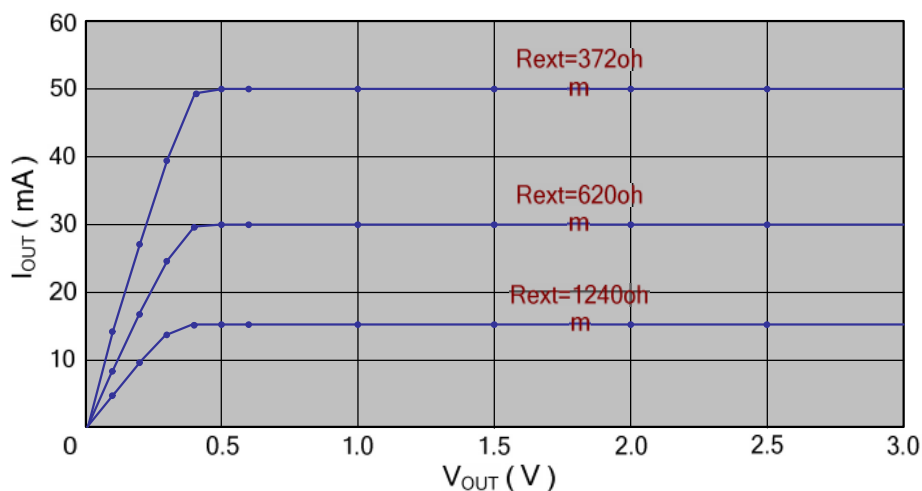

图 1 输出电流  $I_{OUT}$  与输出电压  $V_{OUT}$  的关系
- (1) 片内各通道之间最大电流差异小于 $\pm 3\%$ ，片与片之间最大电流差异小于 $\pm 6\%$ 。
- (2) 恒定的输出电流如图 1 所示，输出电流的稳定性不受负载端 LED 电压 ( $V_F$ ) 变化的影响。